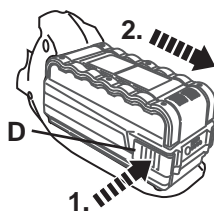

Fig.16
- > Appuyez sur les boutons de déverrouillage [D] situés de part et d'autre de la batterie [C], puis décrochez-la (Fig.16).